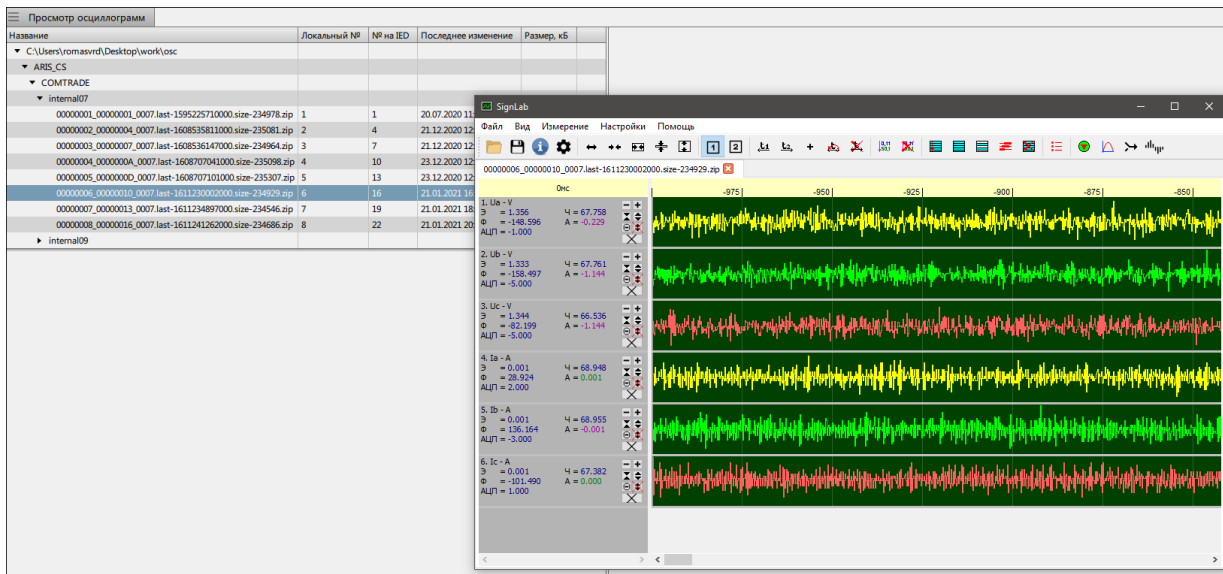

Рисунок 149 - Просмотр осциллограмм
2. Нажмите двойным щелчком *ЛКМ* по строке с выделенным файлом. Откроется окно осциллограммы в настроенном просмотрщике (Рисунок 149).